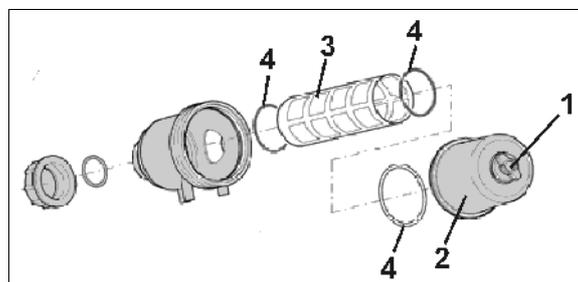

Fig. 113
Limpe diariamente el filtro de aspiración (Fig. 113) después de la operación de rociado.
4. Aflojar el tornillo de mariposa (Fig. 113/1) en el filtro de aspiración.
5. Quitar la taza de filtro (Fig. 113/2) efectuando un ligero giro a la derecha y a la izquierda.
6. Extraer el elemento filtrante (Fig. 113/3) y limpiarlo con agua.
7. Controle las juntas toroidales (Fig. 113/4) a daños.
Observe la correcta instalación de las juntas toroidales (Fig. 113/4).